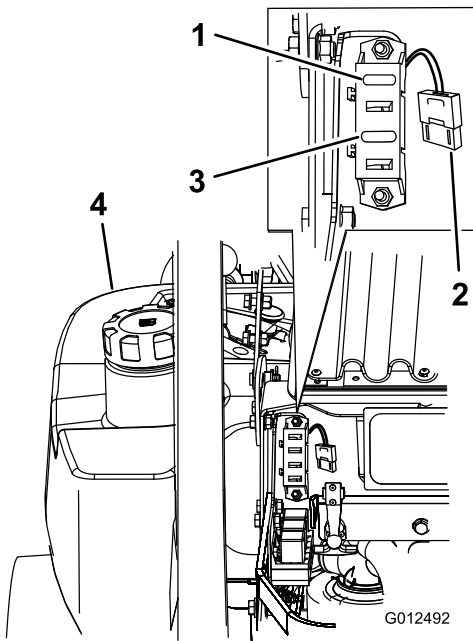

Figura 52
1. Desenganche el capó del motor y levántelo para tener acceso al portafusibles (Figura 52).
3. Instale un fusible nuevo (Figura 52).